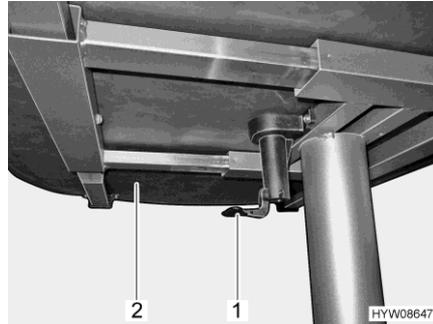

Fig. 64 Palanca para desplazamiento del tablero de la mesa
- Tirar o empujar la palanca (Fig. 64,1) hacia abajo.
- Desplazar a la posición deseada el tablero de la mesa (Fig. 64,2).